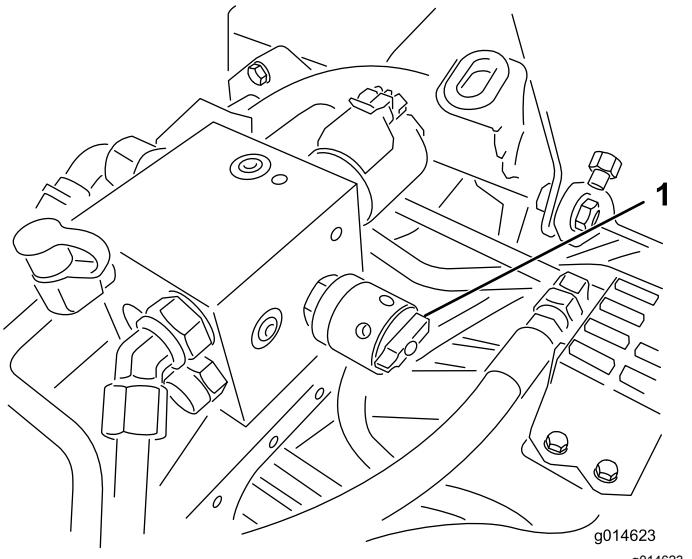

Figura 38
- Para ajustar a velocidade dos cilindros, rode o manípulo (Figura 38) até que as setas indicadoras fiquem alinhadas com o número que designa o ajuste desejado.